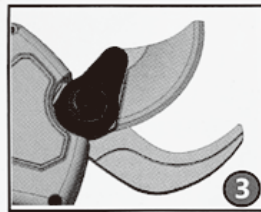

FIG.7
3. Ouvrez et fermez les lames de l'outil plusieurs fois pour distribuer l'huile (Fig.7).